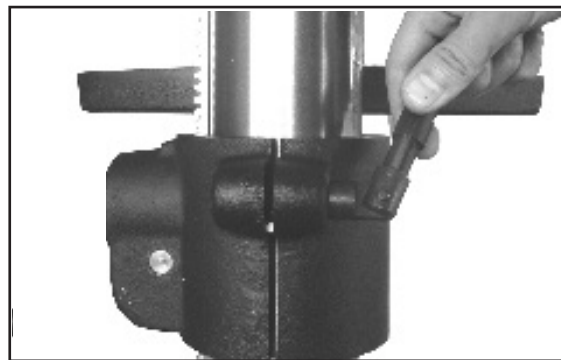

Figura 12
1. Instale el de la Palanca de Bloqueo grande (#16A) en la junta trasera del soporte de mesa y apriete la palanca de bloqueo. (Figura 12).